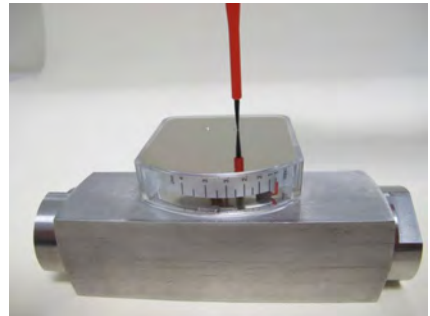

Abb. 66
- 25.** ▶ Befestigungsschrauben der Anzeige-Deckelplatte einschrauben und festziehen (Abb. 66), dabei Schrauben-Anziehdrehmoment (↪ Kapitel 11.1 „Anziehdrehmomente“ auf Seite 84) beachten